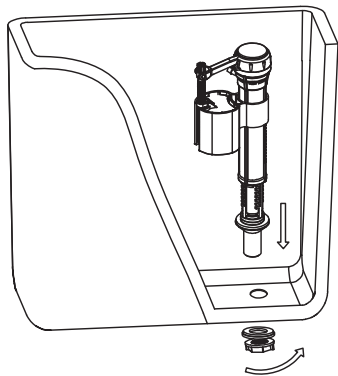

Рис. 4 / 4-сур.
2. Закрепите впускной клапан в сливной бачке, как показано на рис. 4.